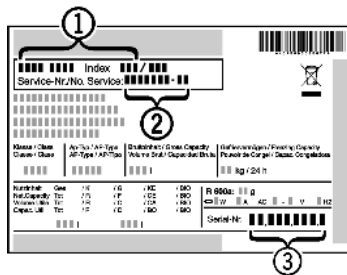

Fig. 25
- ▶ Назва пристрою Fig. 25 (1), сервісний номер Fig. 25 (2) та серійний номер Fig. 25 (3) вказані на заводській табличці. Заводська табличка знаходиться всередині пристрою, зліва.